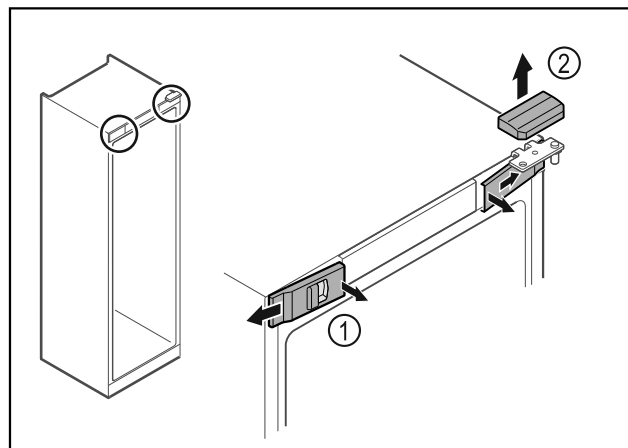

Fig. 5 *
- Spnite sprednje pokrove Fig. 5 (1) in jih odstranite proti strani.*
- Zgornji pokrov Fig. 5 (2) snemite v smeri navzgor.*